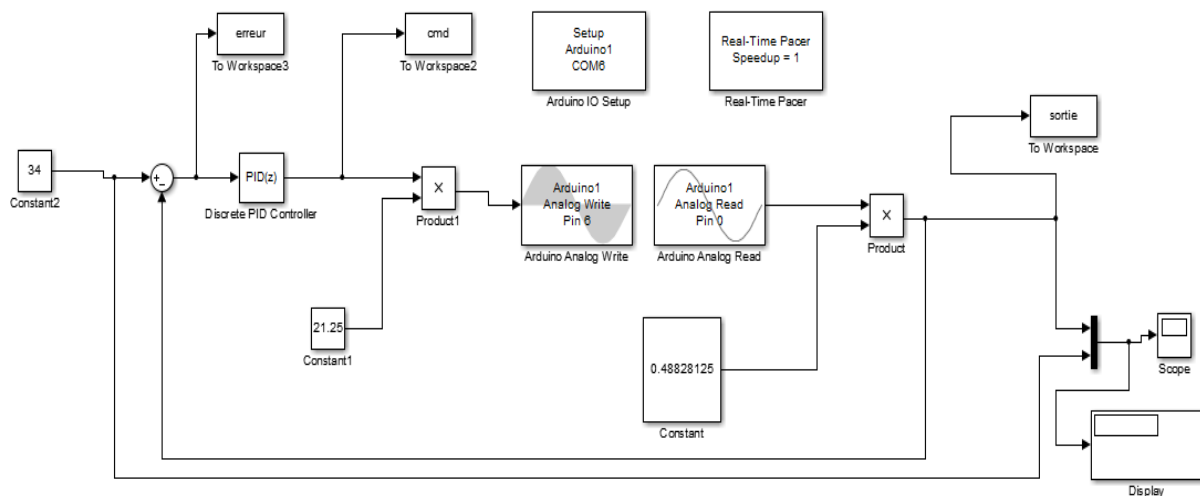

Figure 9 – Modèle Simulink d'asservissement de température
2. Réaliser la structure Simulink figure 9.